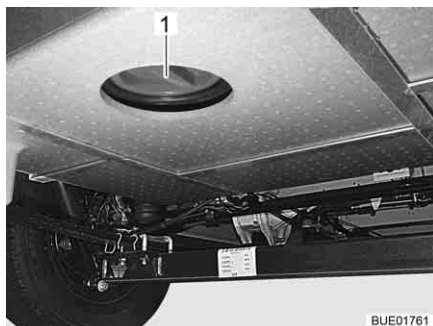

Fig. 257 Ouverture de nettoyage du réservoir d'eaux usées
- Ouvrir l'ouverture de nettoyage (Fig. 257, 1) du réservoir d'eaux usées et le robinet de vidange.